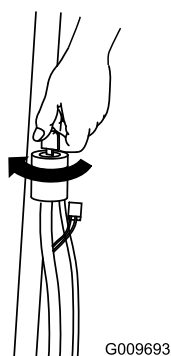
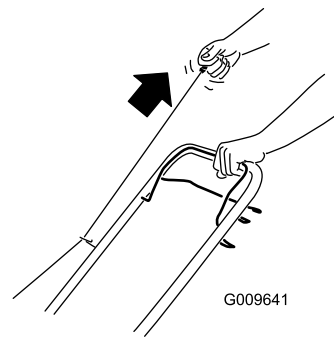

Figure 13
Figure 14
- Tournez la clé de contact (Figure 13) (modèles à démarrage électrique uniquement) ou tirez la poignée du lanceur (Figure 14).